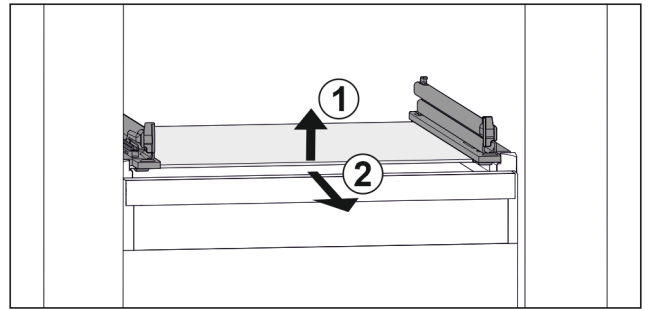

Fig. 110 Representación de la placa de vidrio a modo de ejemplo
- ▶ Levante la placa de vidrio por delante. Fig. 110 (1)
- ▶ Retire la placa de vidrio hacia adelante. Fig. 110 (2)